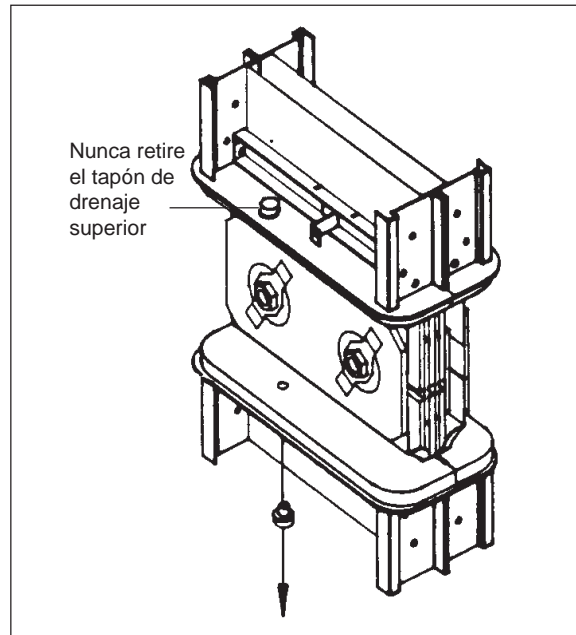

Figura 22
4. Retire el tapón de drenaje del collarín inferior en cada unión (figura 22).